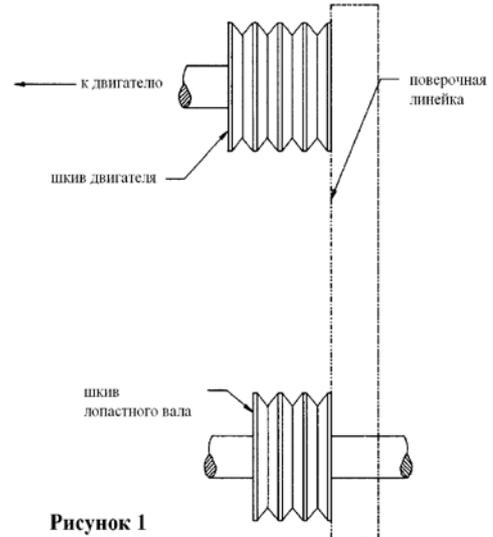

Рисунок 1
b.) Шкивы не расположены должным образом на валах. 6. Для проверки выравнивания валов используйте стальную поверочную линейку. См. Рис. 1.